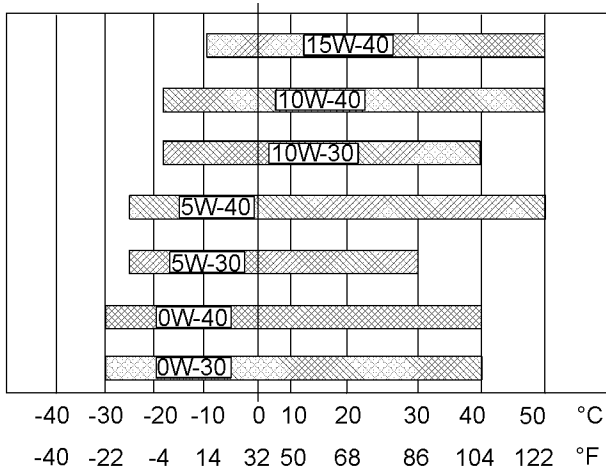

図 51 推奨油粘度 g03329707
冷めたエンジンを始動するのに必要なオイルの粘度を判断するには、図51（最低温度）を参照してください。
想定される最高外気温でエンジンを運転する際のオイル粘度を選択するには、図51（最高温度）を参照してください。
- 適切な推奨油粘度を参照してください。図51を参照して、各エンジンに適した粘度等級を確認してください。